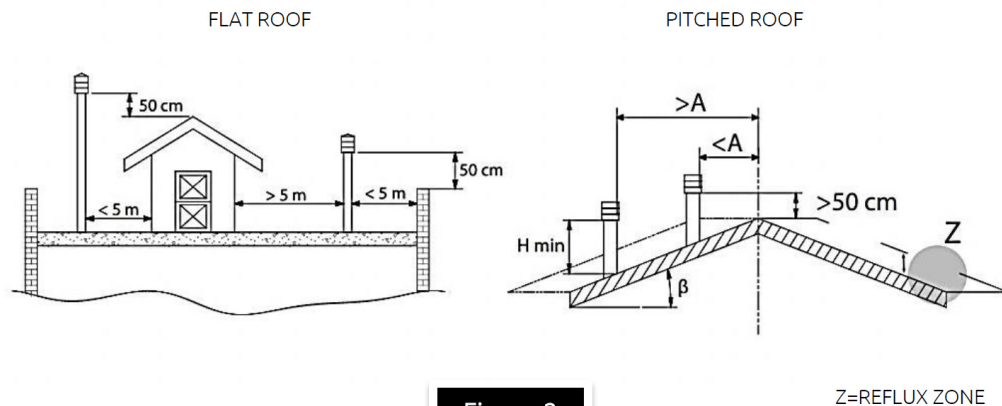

Figure 2
- Möjliggör spridning av röken utanför återflödeszonen (backflow) eftersom mottrycket uppstår där. Därför är det viktigt att följa de begränsningar som listats i fig. 2.